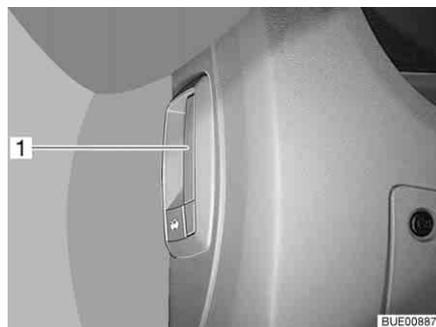

Fig. 40 Leva di sbloccaggio cofano motore (nel veicolo)
**Apertura:** ■ Tirare la levetta (Fig. 40,1) situata sotto a sinistra o di lato accanto al cruscotto.